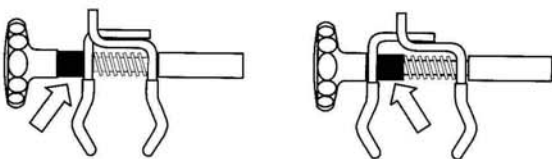

Abb. 5
- Für Fahrradrahmen mit einem starken Durchmesser (bspw. Oversize Rahmen für Mountain-Bikes von ca. 35 mm und mehr) wird die Kunststoffhülse des Haltearms ummontiert (Siehe Abb. 5).